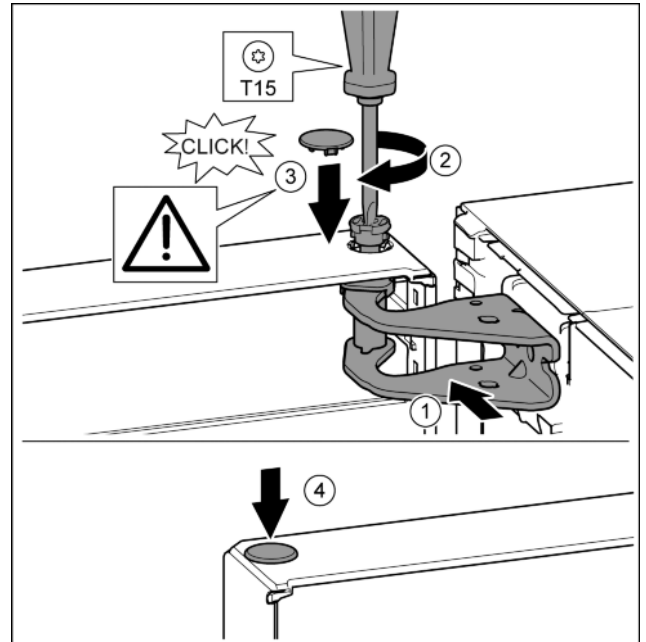

Fig. 20
- ▶ Дверь вверху выровнять по отверстию в опорном кронштейне. Fig. 20 (1)
- ▶ Вставить палец и затянуть отверткой T15. Fig. 20 (2)
- ▶ Установить предохранительную крышку для защиты двери: вставить предохранительную крышку и проверить, прилегает ли она к двери. В ином случае вставить палец полностью. Fig. 20 (3)
- ▶ Вставить заглушку. Fig. 20 (4)